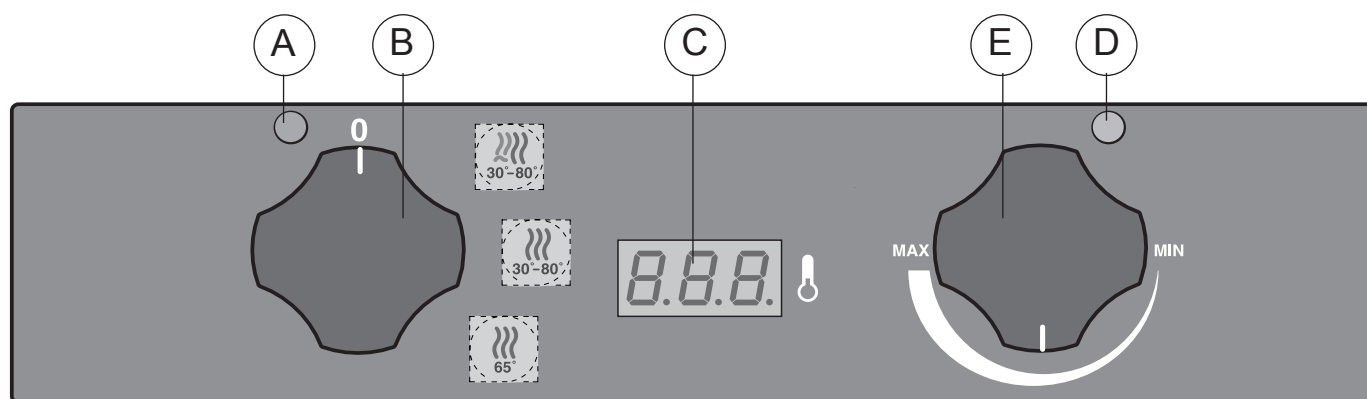

Fig. 4
- 30 - 80 °C pour réchauffer ou faire lever des aliments avec ou sans humidification du compartiment. La température sera contrôlée à l'aide du thermostat "E" et sera affichée sur le thermorégulateur "C" (fig. 4).
3. MISE EN MARCHÉ (fig. 4)
3.1 DESCRIPTION BANDEAU DE COMMANDE (fig. 4)
3.2 MISE EN MARCHÉ (fig. 4)
4.1 CYCLE "CHAUFFAGE AVEC HUMIDIFICATION" POSITION "1" (fig. 4)
4.2 CYCLE "CHAUFFAGE SEC" POSITION "2" (fig. 4)
4.3 CYCLE "CHAUFFAGE POUR GARDER AU CHAUD" POSITION "3" (fig. 4)